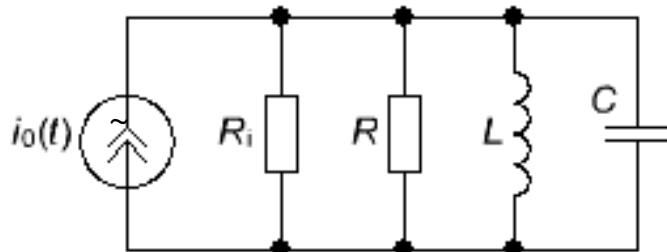

Рис. 8.1
1.2. Рассчитайте величину емкости C , при которой параллельный колебательный контур, схема которого представлена на рис. 8.1, настроен в резонанс на частоту f_0 , по формуле $C = \frac{1}{\omega_0^2 L} = \frac{1}{4\pi^2 f_0^2 L}$.